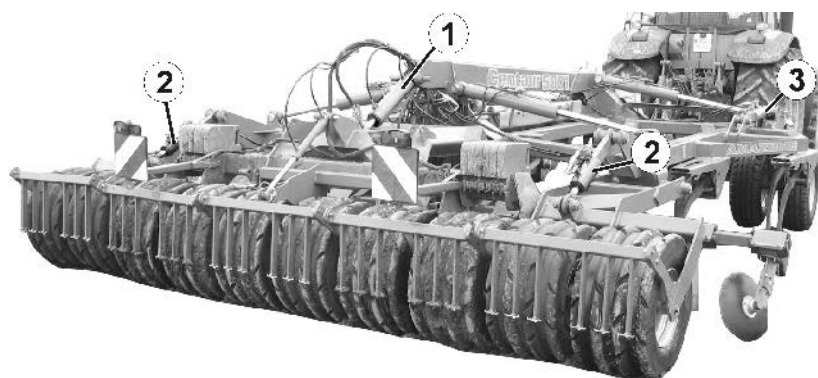

Bild 52
- ställhydraulcylindern (Bild 52/1),
- yttervalsarnas hydraulcylinder (Bild 52/2) (**Centaur 4001 / 5001**),
- hydraulcylindrarna hos reglagen (Bild 52/3) (tillägg).